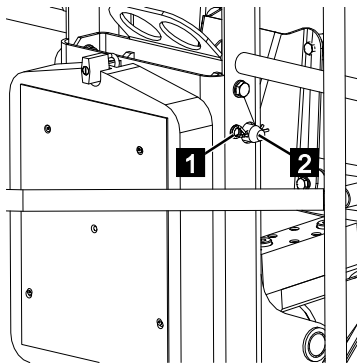

Abb. 85
5. Den Federsplint (Abb.85/1) aus dem Befestigungsbolzen (Abb.85/2) herausziehen.